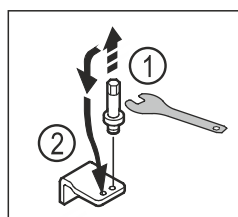

Fig. 17
- ▶ Draai de bout van de onderste lagersteun los met een SW5-inbussleutel. Fig. 17 (1)
- ▶ Plaats de bout aan de andere kant. Fig. 17 (2)